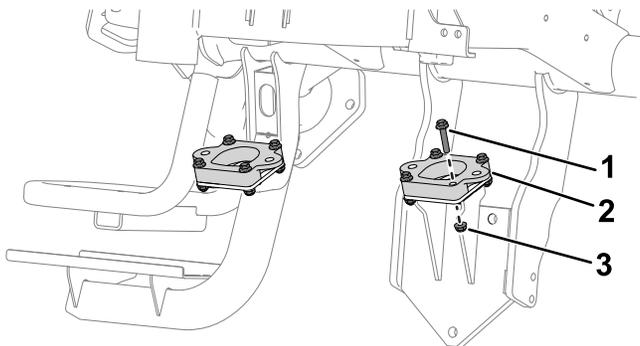
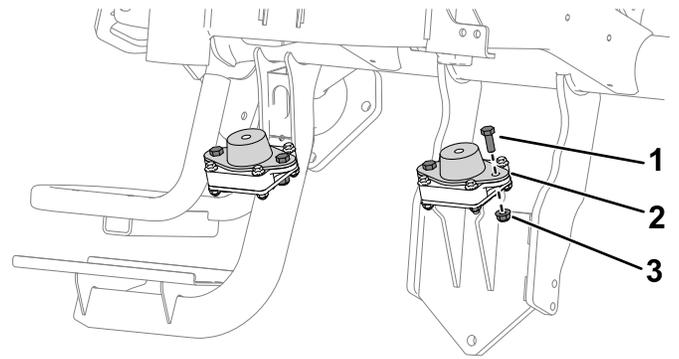
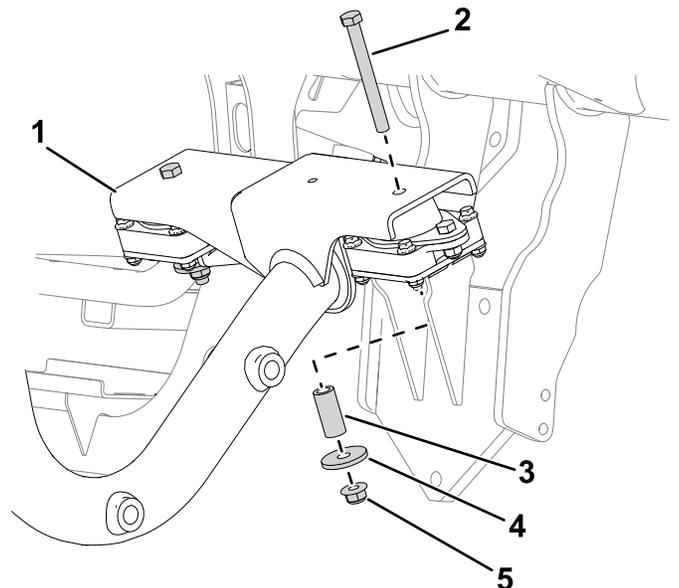

Figure 4
Figure 5
Figure 6
Remarque: Le cadre du moteur thermique n'est pas représenté sur la Figure 4 et la Figure 5 pour plus de clarté. Le cadre est représenté à la Figure 6.
- Fixez l'adaptateur de moteur sur le cadre à l'aide de 4 boulons à tête hexagonale (1/4") et 4 écrous (1/4") (Figure 4).
- Fixez un support de moteur sur l'adaptateur à l'aide de 2 boulons à tête hexagonale (5/16") et 2 écrous (5/16") (Figure 5).
- Fixez le cadre du moteur thermique sur le support de moteur à l'aide de 1 boulon à tête hexagonale (3/8"), 1 entretoise cylindrique, 1 entretoise et 1 écrou (3/8") (Figure 6).